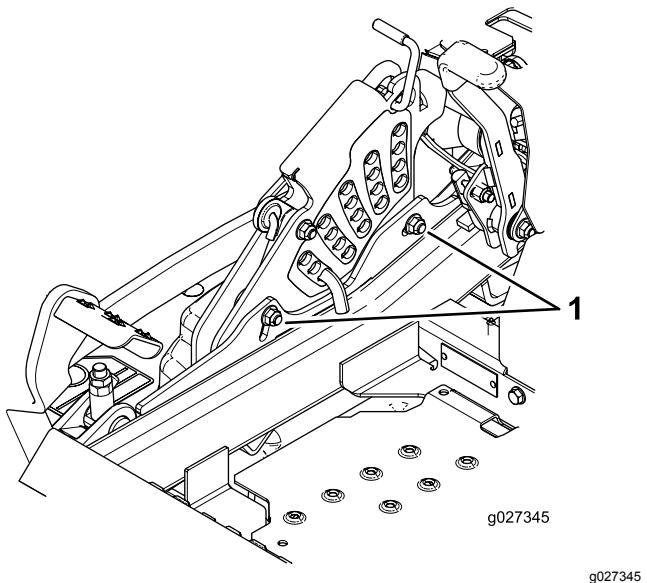

Figura 90
12. Para ajustar el sistema de ajuste de un solo punto, afloje los 2 pernos situados cerca del borde inferior de la pletina de altura de corte. Consulte Figura 90.
- Apriete los 2 pernos de la parte inferior de la pletina de altura de corte (Figura 90) a 37–45 N·m (27–33 pies-libra).